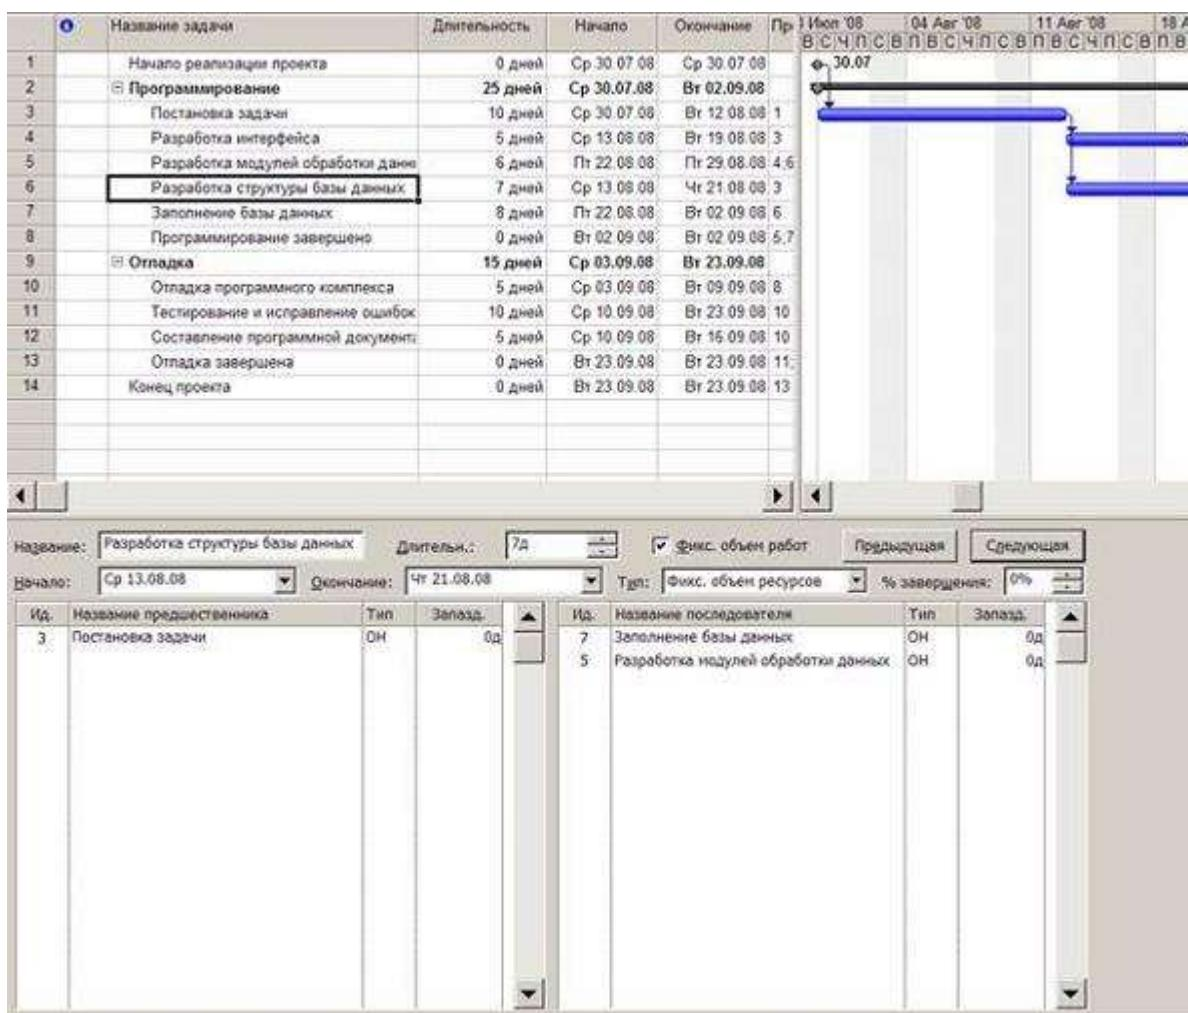

Рис. 3.13. Форма "Предшественники и последователи"
- Третий способ – редактирование связей при помощи формы. Этот способ применяется, когда требуется редактировать большое количество связей. Форма выводится на экран пунктом меню *Окно/Разделить*, а убирается пунктом *Окно/Снять разделение*. По умолчанию форма имеет вид *Ресурсы и предшественники*, но через ее контекстное меню можно установить вид *Предшественники и последователи*, изображенный на рис. 3.13, в котором и редактируются параметры связей.